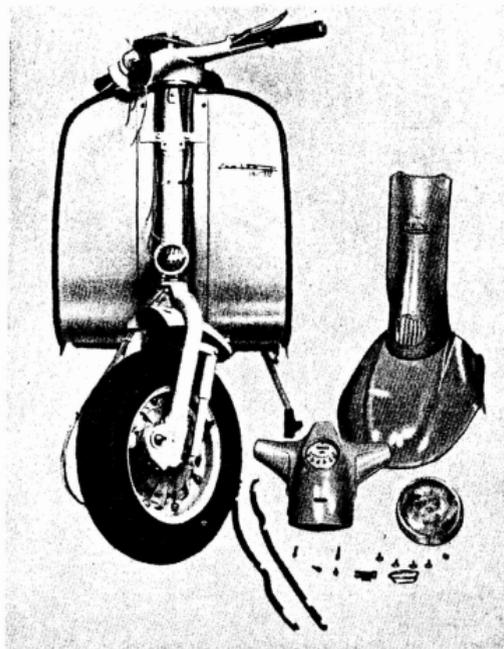

Fig. 32
- 44 Ejecutar las operaciones 41 y 42. Desmontar el frontal; desatornillar las cuatro tuercas de sujeción del frontal al escudo, los dos tornillos a hexágono interior debajo de la placa marca (llave de 5). Véase fig. 32. Se quita la placa marca utilizando un destornillador como cuña.